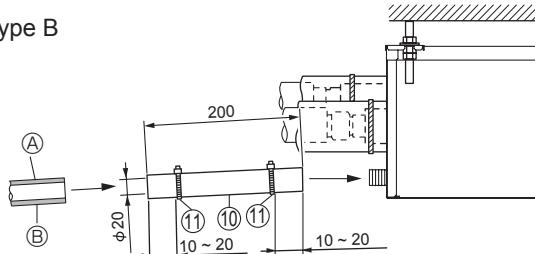

Fig. 8-1
- (1) Poser un adhésif en PVC (à acheter localement) sur le raccordement d'écoulement du boîtier de dérivation et insérer le tuyau de vidange raccordé ⑩ dans le raccordement, aussi loin que possible. (Fig. 8-1)
- (2) Insérer un tuyau en PVC dur (VP-16, à acheter localement) dans le tuyau de vidange raccordé ⑩ et appliquer de la colle pour les maintenir ensemble. (Fig. 8-1)
- (3) Fixer une sangle ⑪ au tuyau de vidange raccordé ⑩. (Fig. 8-1)